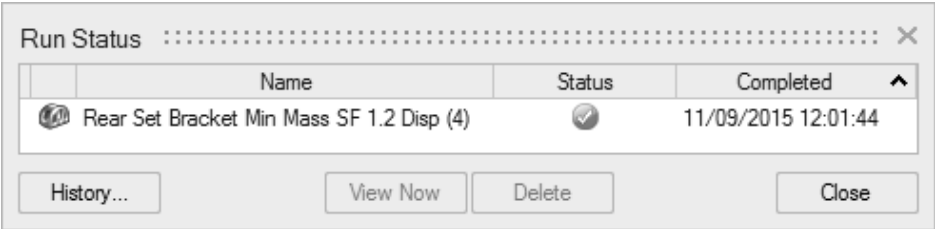

图 7-36
3) 单击 Run 按钮优化完成时, 会有一个绿色的勾选标记出现在运行状态窗口中, 如图 7-36 所示。